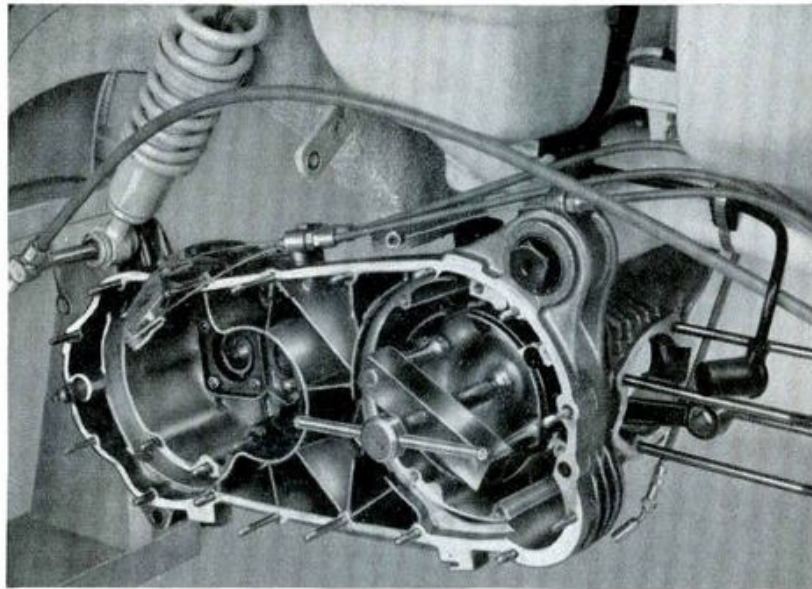

Fig. 21
- op. 38 - Smontare la campana della frizione: applicare l'estrattore, attrezzo n. 57840. Vedi fig. 21.